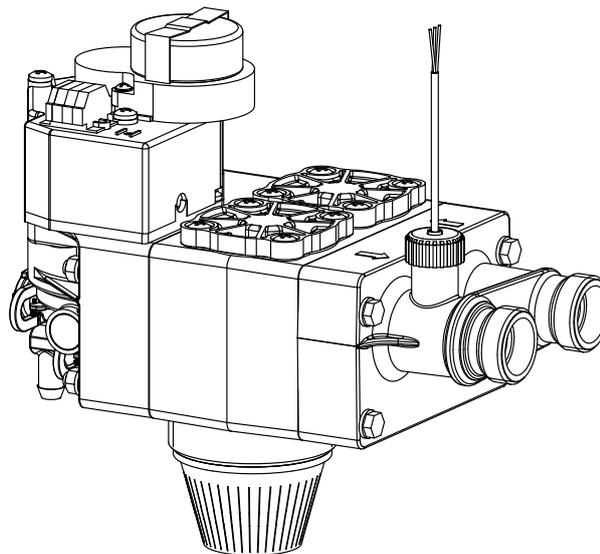

Abb. C-1: Steuerventil
1) Alle Angaben sind ca.	Abb. C-1: Maßzeichnung WINNI-mat VGX-N